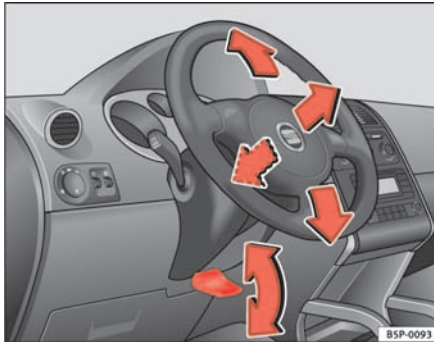

Abb. 129 Lenkradposition einstellen
- Schwenken Sie den Hebel \Rightarrow Abb. 129 unter der Lenksäule nach unten \Rightarrow .